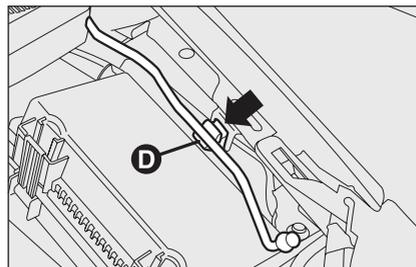
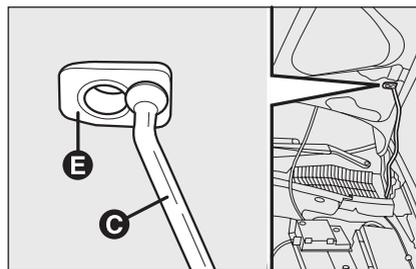

Рис. 93
Рис. 94
підніміть капот і вивільніть підпору **D** (рис. 93) з фіксатора, потім сполучіть наконечник **C** (рис. 94) підпори з гніздом капота **E**.
- утримуючи капот однією рукою, іншою рукою витягніть наконечник підпори **C** (рис. 94) з гнізда **E** і поверніть підпору у фіксатор **D** (рис. 93);